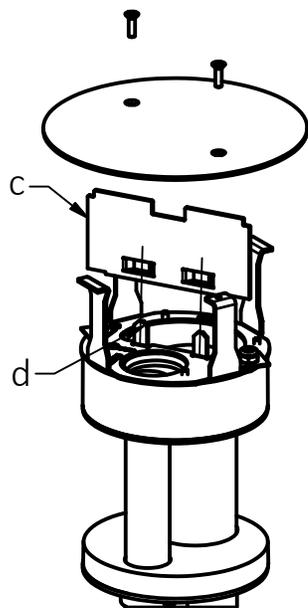

FIG. 2
- 5) Si se realizan conexiones de alimentación y de datos, instale la partición suministrada (c) en sus ranuras apropiadas en la caja pasa-piso contra fuego (d) como se muestra en la Fig. 2 para separar las conexiones de datos y de alimentación.
- 5) If both power and data connections are made, slide the provided partition (c) in to its proper slots on the fire rated poke through (d) as shown in Fig. 2 to separate the data and power connections.